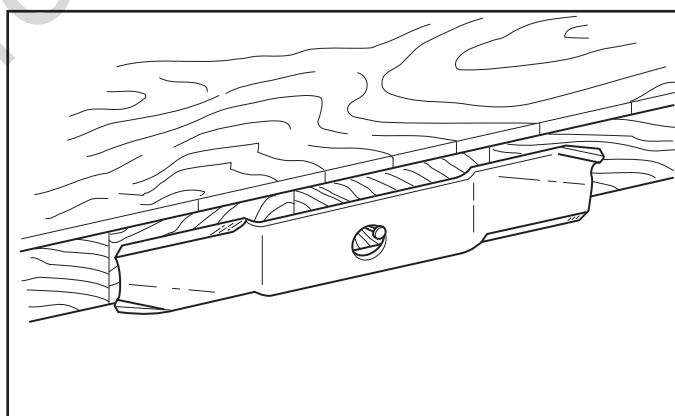

Figura 30
5. Equilibre la hoja como se muestra en la Figura 30. Coloque el agujero central de la cuchilla en un clavo lubricado con una gota de aceite. Una cuchilla equilibrada quedará a nivel.